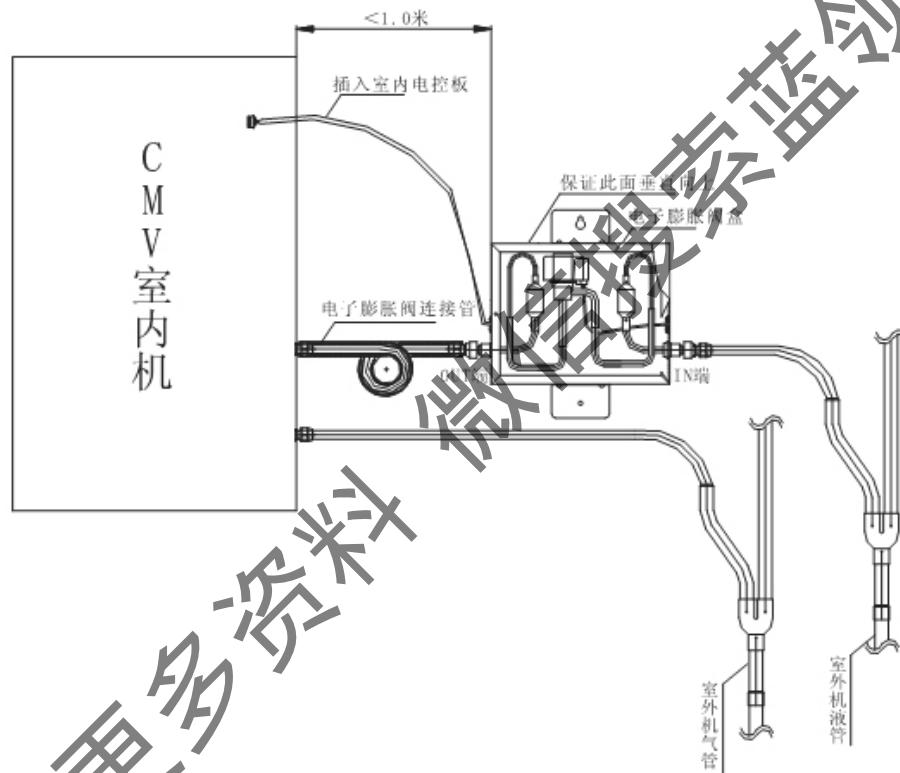

图 9：电子膨胀阀安装示意图
- d. 配备的电子膨胀阀连接管（放于室内机包装箱内）安装时必须保证出厂时的模样，即留有两个以上的圆弯，起到缓冲压力、降低电子膨胀阀节流后噪音的效果。其安装示意图见图 9；